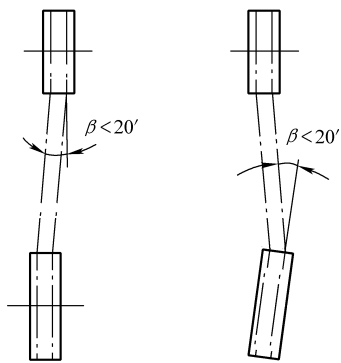

图2-5 带轮安装位置
(2) 带传动的安装和维护。
① 选用V带时要注意带的截面形状和长度。带的截面形状应与带轮轮槽尺寸相符合。使用多根V带时应避免各根带的载荷分布不均,长度的最大允许差值应符合规定(其值可查GB/T13575.1—1992)。使用中应定期检查,如发现有V带出现疲劳撕裂现象,应及时更换全部V带。新旧不同的V带不能同时使用。
② 安装时,两带轮的轴线应平行。两轮相对应的V型槽的对称平面应重合,误差 $\leq 20'$,如图2-5所示。
③ 带的工作温度 $\leq 60^\circ\text{C}$,带不宜与油、酸、碱等腐蚀性物质接触。
④ 带传动应加防护罩。
⑤ 装拆时不要硬撬,应先缩小其中心距,然后再装拆胶带。安装时应按规定的初拉力张紧胶带。